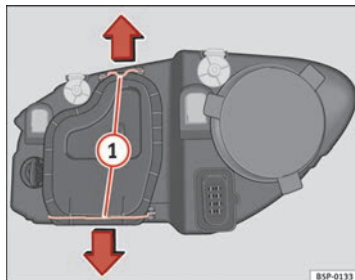

Abb. 184 Ablendlicht
- Die Streben ⇒ Abb. 184 **1** in Pfeilrichtung verschieben und den Deckel abnehmen. ▶